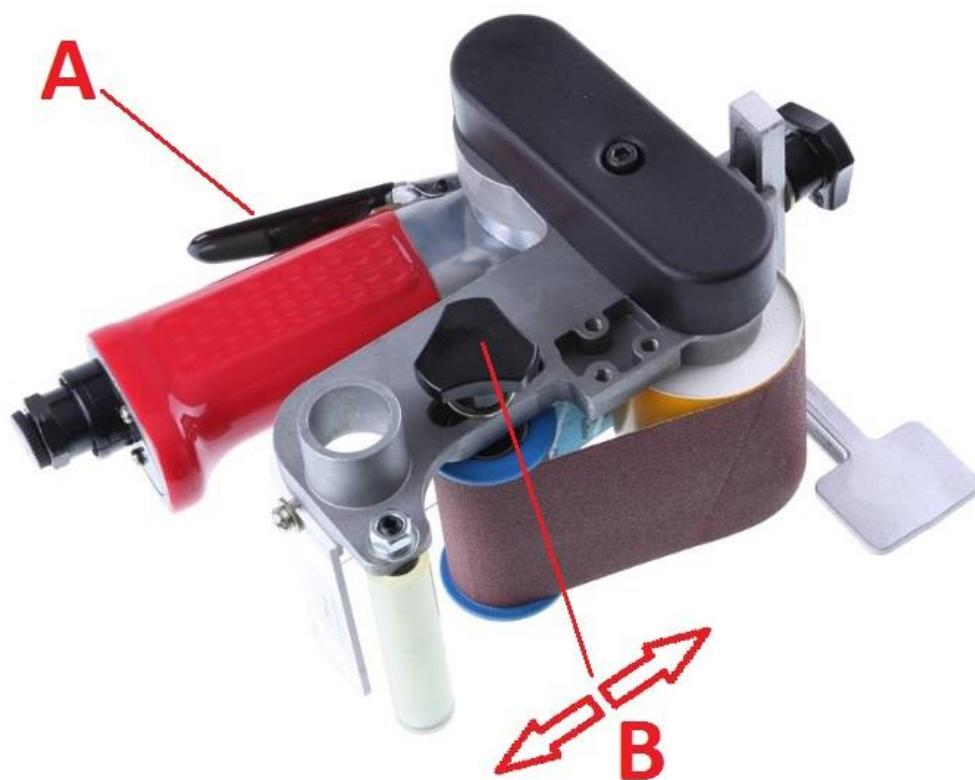

Рис. 2
Натяжение ленты производится перемещением натяжного устройства (B), Рис.2.